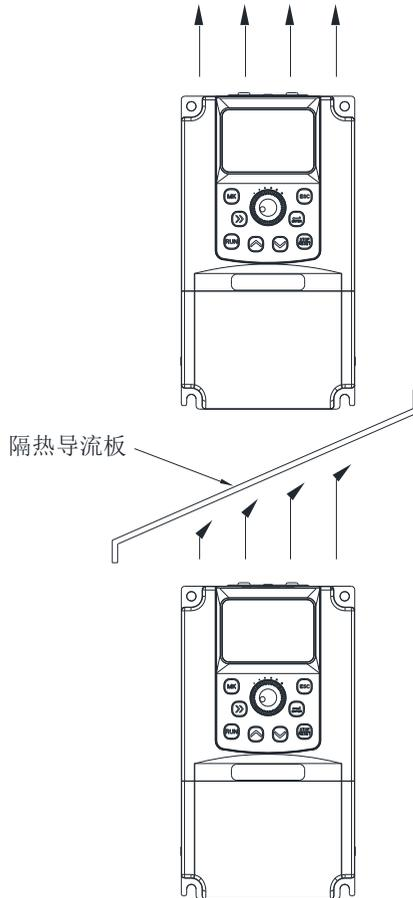

图 2-1 JT600 变频器安装示意图
- 1) 请垂直安装变频器，便于热量向上散发，但不能倒置。若柜内有较多变频器时，最好是并排安装。在需要上下安装场合，请参考图 2-1 安装隔热导流板。
- 2) 安装空间遵照图 2-1 所示，保证变频器的散热空间。但布置时请考虑柜内其它器件的散热情况。